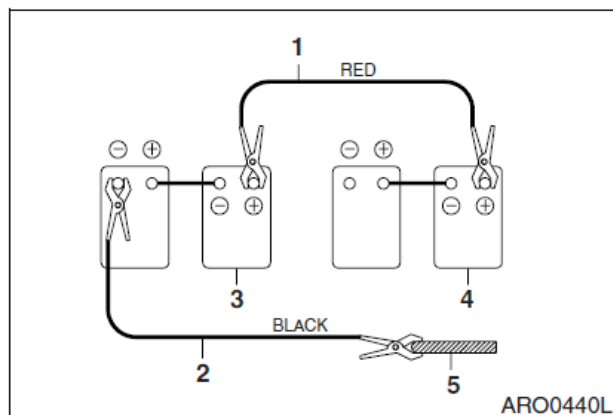

Рис. 15
2. Соединить один конец красного кабеля (1, рис.15) к положительному (+) выводу батареи машины, а другой конец к положительному (+) выводу внешней батареи.
3. Соединить один конец черного кабеля (2, рис.15) к отрицательному (-) выводу внешней батареи, а затем соединить другой конец (-) черного кабеля с верхней частью рамы запускаемой машины (2, рис.15). При выполнении последнего соединения с верхней части рамы следует подключать конец кабеля как можно дальше от батарей машины. НЕ СОЕДИНЯТЬ НЕПОСРЕДСТВЕННО С ОТРИЦАТЕЛЬНЫМ ВЫВОДОМ БАТАРЕИ.
1. Сначала отсоединить черный отрицательный (-) кабель (2, рис.15) от корпуса машины.
2. Отсоединить другой конец черного отрицательного (-) кабеля (1, рис.15) от внешней батареи.
3. Отсоединить красный положительный (+) кабель (1, рис.15) от внешней батареи.
4. Отсоединить красный положительный (+) кабель (1, рис.15) от батарей машины.